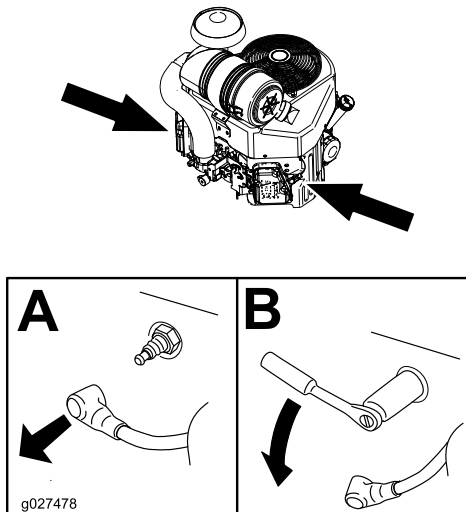

Figura 33
3. Localice y retire la(s) bujía(s), tal y como se muestra en la Figura 33.